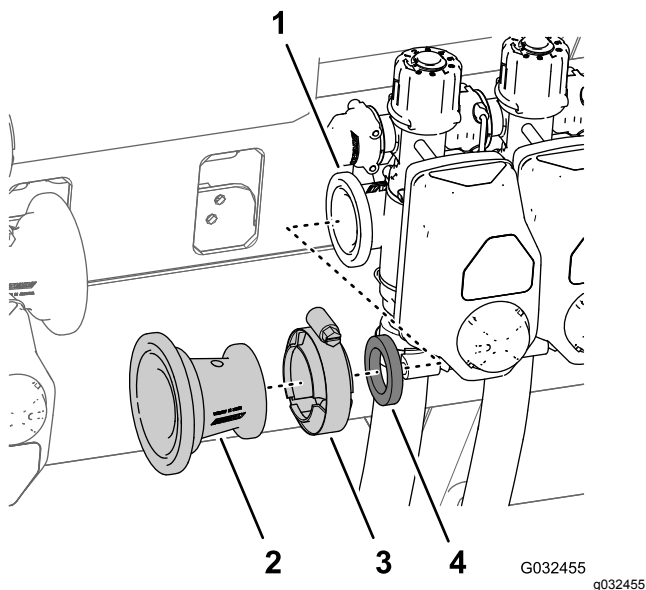

Рисунок 46
4. Снимите фланцевый хомут 76 мм (3 дюйма), который крепит переходной патрубок с прокладкой (2-1/4 дюйма) к фланцу клапана левой секции стрелы, затем снимите переходной патрубок, хомут и прокладку с машины (Рисунок 46).